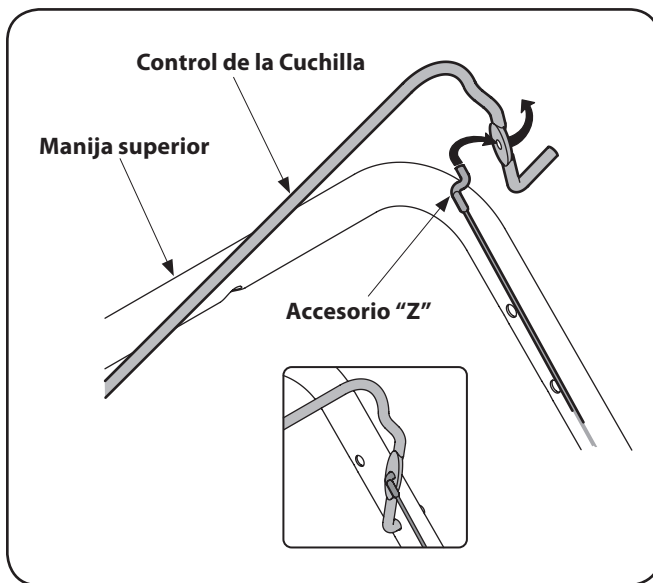

Figura 3-9
- Para facilitar el acoplamiento del accesorio Z, quite temporariamente el lado izquierdo del control de la cuchilla como se muestra en Figura 3-9.
2. Tire hacia arriba del extremo Z del cable de freno y enganche en el control desde el interior hacia el exterior. Vea Figura 3-9.